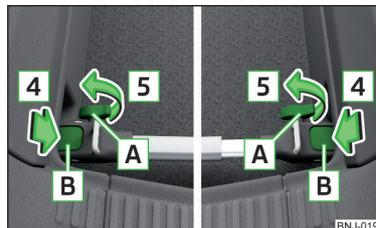

Fig. 106 Montagem do suporte transversal: Apertar os parafusos
- › Pressionar os suportes **B** no sentido das setas **4** para dentro até ouvir um clipe » Fig. 106.